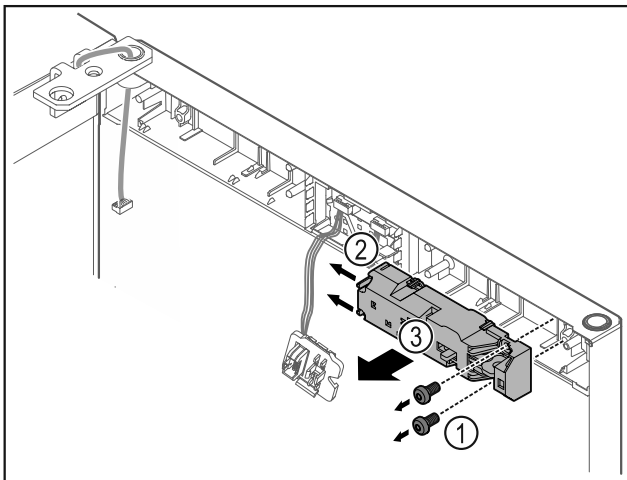

Fig. 22
- Odstraňte šrouby Fig. 22 (1).
- Nosy zářky Fig. 22 (2) stlačte na stranu a sejměte dálkový zámek Fig. 22 (3).